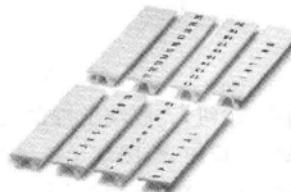

图 8-15 快速标记条
- 快速标记条：ZB4(0805001), 如图 8-15 所示。